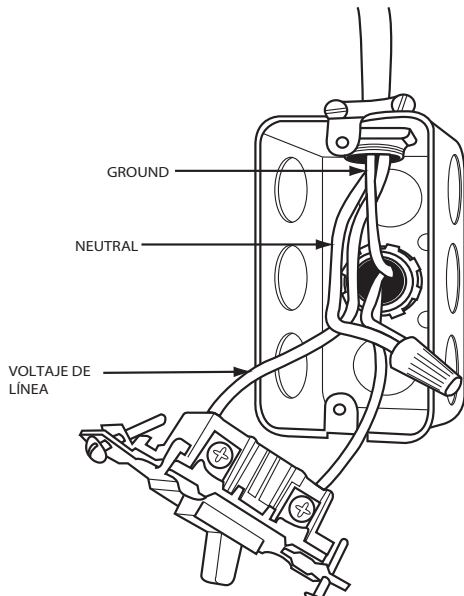

Fig. 35 – Caja eléctrica externa
1. Taladre dos (2) agujeros guía de 3 mm (1/8 in) a través de las hendiduras de la carcasa del calefactor cerca del agujero prepunzonado de 7/8 in en uno de los lados de la carcasa. No quite la tapa del agujero prepunzonado del lado de la carcasa.
9. Conecte los cables de alimentación y neutro del sitio a los cables de alimentación del calefactor dentro de la caja eléctrica externa, como se muestra en la Fig. 35.